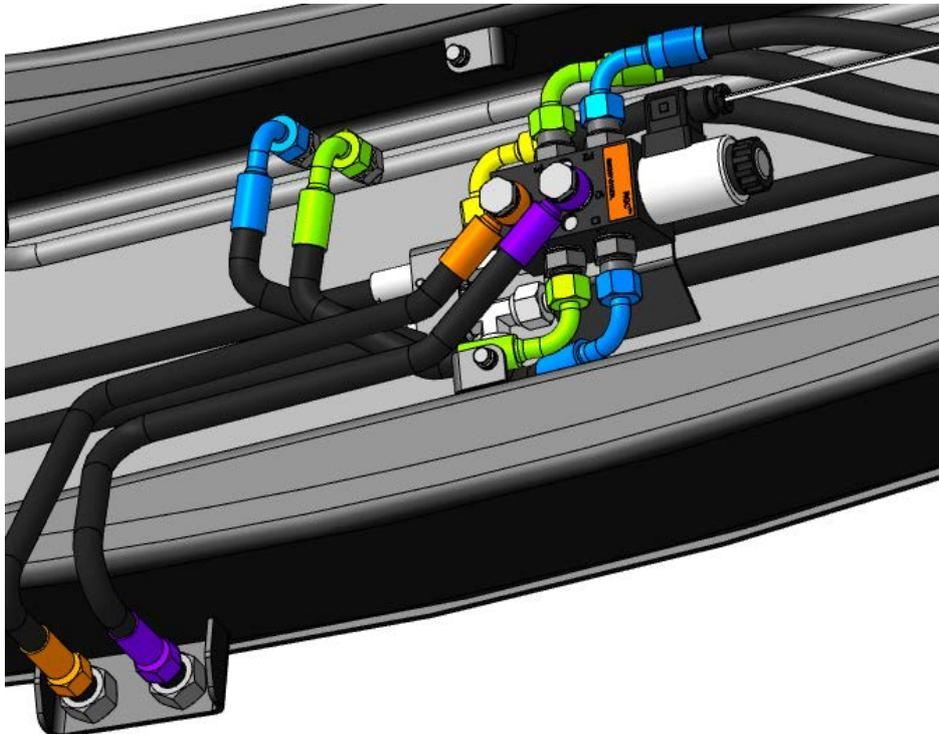

Рис. 2.11
2.2.3.5 Присоединить концами типа банжо РВД питания гидроцилиндров рабочих органов к портам С1, С4 дивертора при помощи специальных болтов и медных (металлорезиновых) колец (рис.2.11). Вторые концы рукавов, гайка М20х1,5, подключить к установленным на кронштейн муфтам БРС рабочих органов.